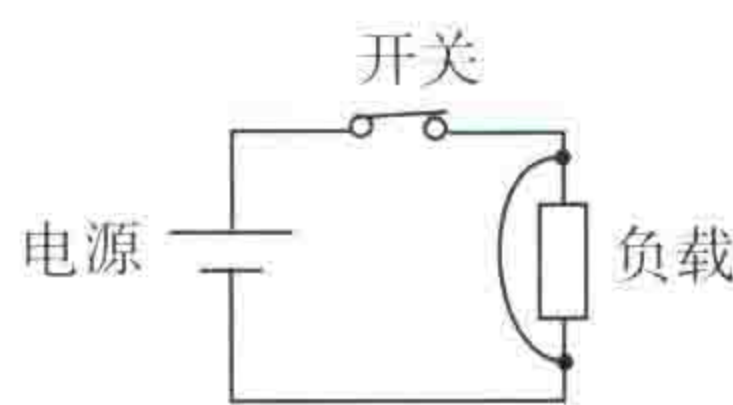

图1-11 短路
(3) **短路** 在电源正极和负极之间,负载被导线直接短接或负载内部击穿损坏,电流绕过了部分或全部电路负载而流过的较短(电阻较小)路径的情况称为短路。短路会导致电源严重过载,为防止电源被烧毁或发生火灾,通常要在电路中安装保险丝等保护装置,实现过电流保护。图1-11所示的状态为短路。